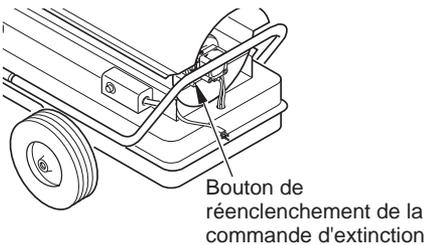

Figure 3 - Bouton de réenclenchement de la commande d'extinction
8. Le moteur s'allume quand la rallonge est branchée dans la prise. L'appareil de chauffage devrait s'allumer immédiatement. Si l'appareil de chauffage ne s'allume pas, rallumez l'appareil de chauffage. Pour rallumer l'appareil de chauffage, attendez 60 secondes, puis appuyez sur le bouton de réenclenchement de la commande d'extinction. Le bouton de réenclenchement de la commande d'extinction est à l'arrière de l'appareil de chauffage près du cordon électrique (voir figure 3).